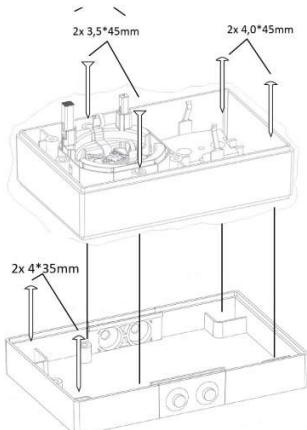

Bild 2
2. Lossa skruvorna och dra isär uttagets tre delar ifrån varandra, lockdel, uttagsdel och bottendel. Skruva fast bottendelen i väggen. Se bild 2.